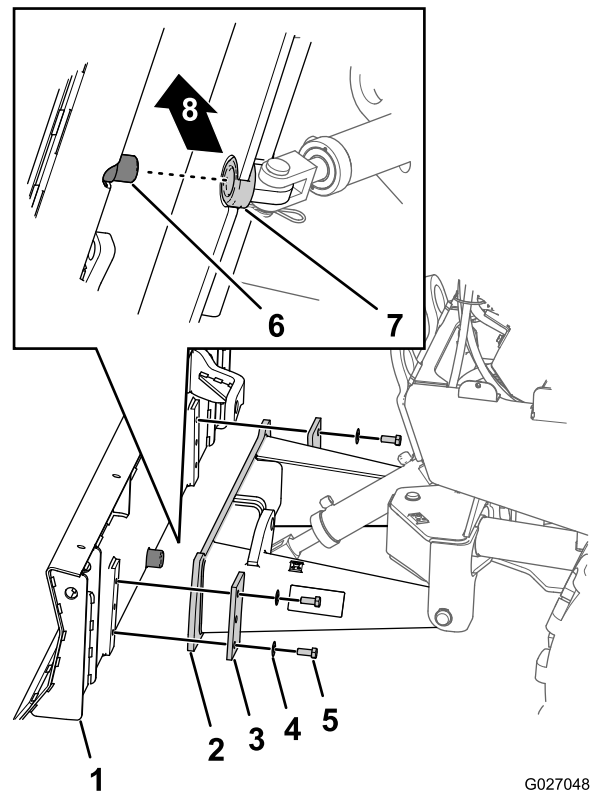

Figure 33
1. Utilisez le matériel de levage pour lever la lame de remblayage et l'aligner sur la plaque de montage du bras de relevage (Figure 33).